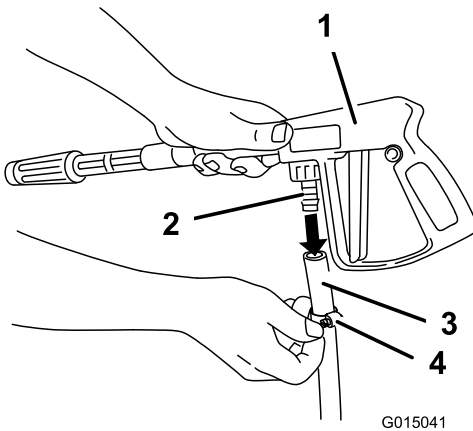

図 20
2. ホース（長）のもう一端をスプレー・ガンのフィッティングにつなぐ（図 20）。